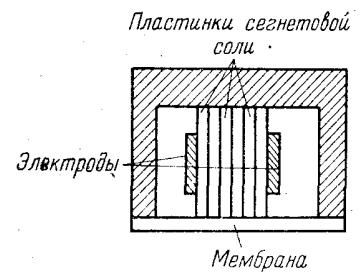

Рис. 6.4. Схема устройства пьезоэлектрического приемника звука.
3. Пьезоэлектрический приемник звука состоит из мембранны, на внутренней которой набирается столбик из тонких кристаллических пластинок. Между пластинками прокладываются электроды из тонкой металлической фольги (рис. 6.4). Какие из пластинок сегнетовой соли — 45° X-среза или 45° Y-среза — обладают большей чувствительностью в качестве приемников?